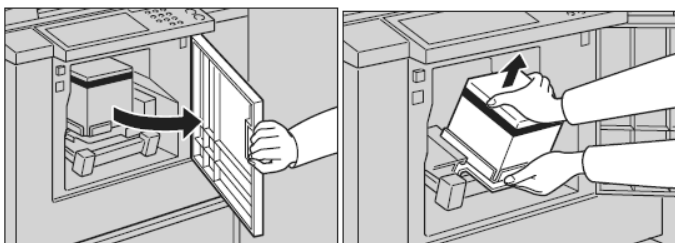

图 5-22 取出墨盒的操作示意图
① 打开前门，释放墨盒托架锁定杆，拉出墨盒托架，并取出用过的墨盒。取出墨盒的操作示意图如图 5-22 所示。